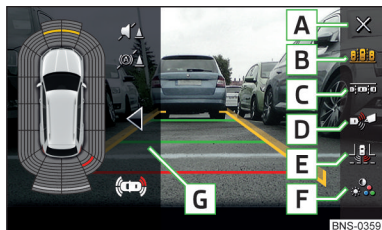

Fig. 277
Suprafețe de comandă funcții » fig. 277
- ▶ Atingeți suprafața de comandă funcții **C** » fig. 277 la pagina 235.